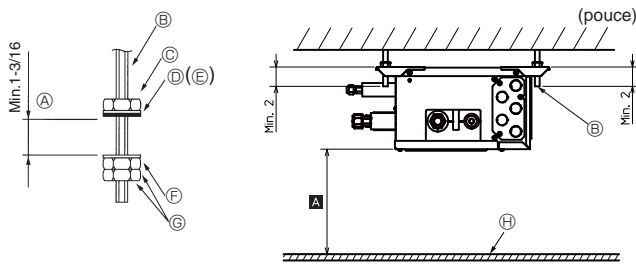

Fig. 6-1
- (2) Fixez les rondelles (①, ②) et les écrous (à acheter localement) sur les boulons de suspension. (Fig. 6-1)
- (3) Accrochez l'appareil sur les boulons de suspension.
- (4) Serrez correctement les écrous (vérifier la hauteur de plafond).
- (5) Utilisez un niveau pour ajuster le boîtier de dérivation à l'horizontale.
- Ⓓ Rondelle (avec amortisseur) ①
- Ⓕ Rondelle (sans amortisseur) ②